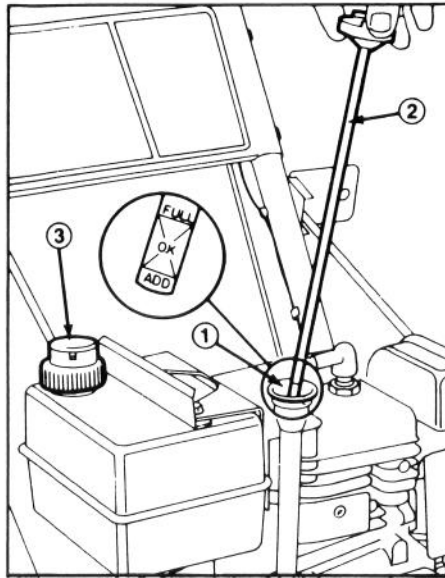

Figure 13
2. Nettoyez le tour du bouchon de remplissage pour éviter que des corps étrangers ne tombent dans le carter lorsque vous enlevez le bouchon (Fig. 13).
3. Enlevez le bouchon qui ferme le trou de remplissage du carter (Fig. 13).
4. Versez lentement 21 onces (0 621 l) d'huile à moteur SAE 5W-30 ou SAE 10 dans le trou de remplissage (Fig. 13). Le moteur peut utiliser toute huile à moteur détergente de haute
1. Nettoyez autour du bouchon. Enlevez le bouchon et remplissez le réservoir jusqu'à 1/2" (13 mm) du haut avec de l'essence sans plomb. Remettez le bouchon (Fig. 13).